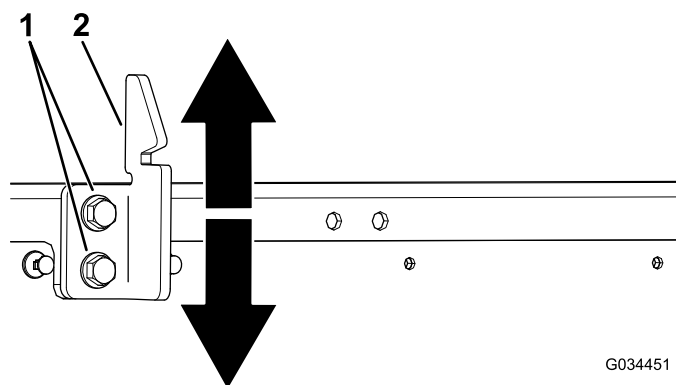

图 52
3. 拧松货箱门锁撞销上的 2 个螺栓并向上或向下取决于撞销过高还是过低移动撞销 图 52。
4. 拧紧货箱门锁撞销上的 2 个螺栓 图 52。